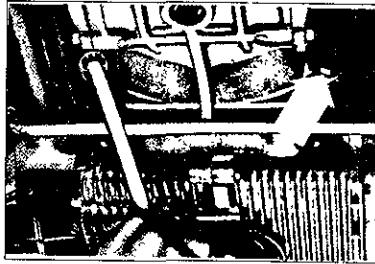

Figura. 34 Vista por debajo del automóvil
- Destornille las dos tuercas restantes de 17 mm localizadas cerca de los soportes del motor.(ver figura 34)